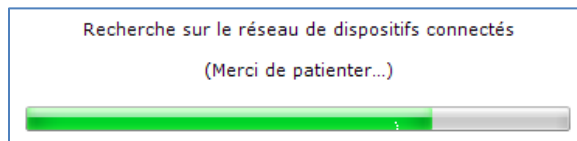

Figure 22-8. Recherche des dispositifs connectés
4. Si vous ne connaissez pas l'adresse IP, vous pouvez lancer un balayage (Figure 22-8) pour rechercher tous les dispositifs connectés en cliquant sur le bouton *Ethernet* dans la zone Device